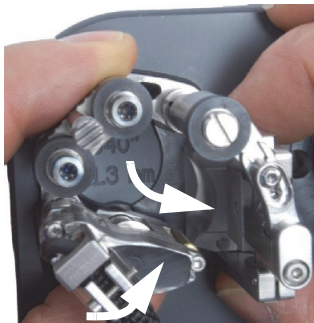

Figura 2-18 Rotación del flanco posterior para determinar la posición para una configuración de tubería pequeña
- c) Deslice el montaje del soporte de sonda hacia el exterior hasta que la sonda y la suela puedan encajar de vuelta en la porción perforada. Véase la Figura 2-18 en la página 48.
- e) Gire el flanco posterior hacia el interior, en la medida de lo posible, para que la rueda del flanco posterior se encuentre lo más cerca posible del centro del patrón de configuración. Véase la Figura 2-18 en la página 48.